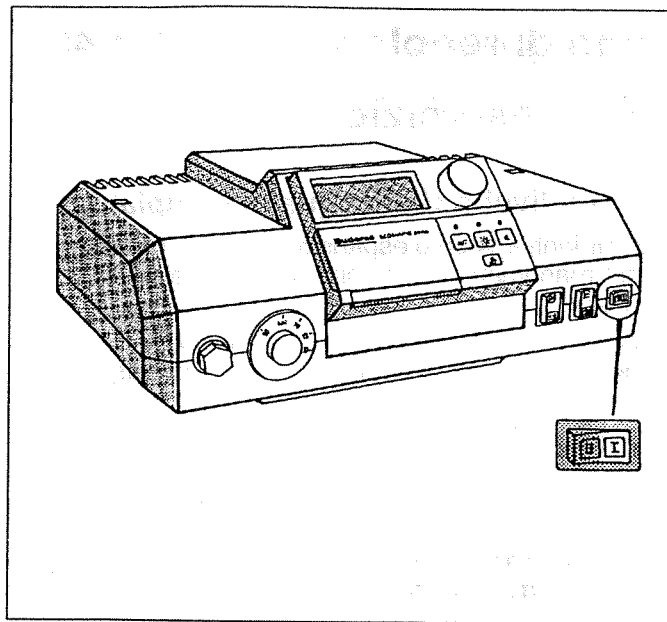

Fig. 2: Messa in esercizio del bruciatore a gas
- Regolare l'interruttore di esercizio (Fig. 2) sulla posizione I (ON).
- Regolare l'interruttore di esercizio (Fig. 2) sulla posizione 0 (OFF).